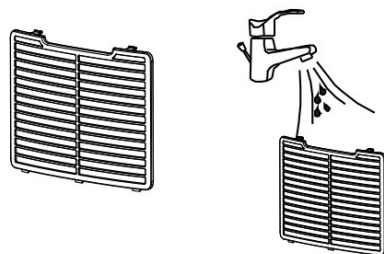

Fig. 2
2. Nettoyez délicatement le filtre avec un aspirateur pour enlever la poussière. Si nécessaire, lavez le filtre avec de l'eau tiède savonneuse. **NE PAS UTILISER D'ALCOOL, DE BENZÈNE OU D'AUTRES PRODUITS AGRESSIFS** (Fig. 2). Laissez le filtre sécher naturellement, puis réinsérez-le dans son logement (Fig. 3). N'utilisez pas de sèche-cheveux ou de feu pour sécher le filtre.